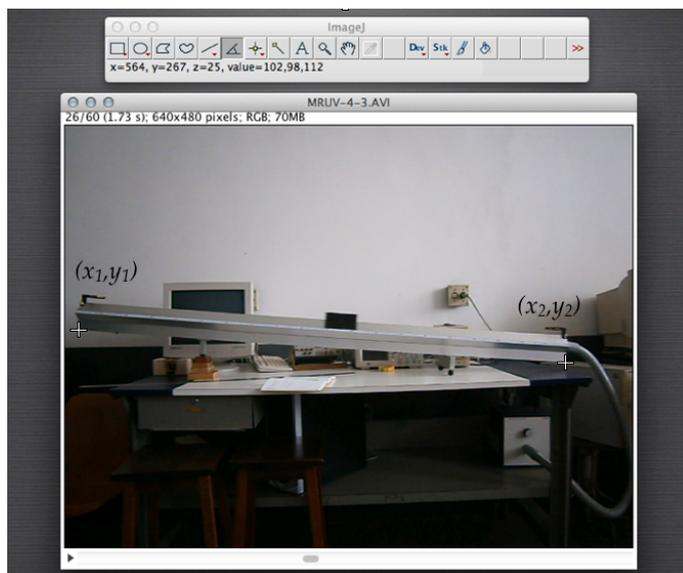

Figura E.6: ImageJ: determinação das coordenadas (x_1, y_1) e (x_2, y_2) , ver texto.
1. Determine com os cursores as coordenadas “x e y” das extremidades do trilho, tendo desta forma (x_1, y_1) e (x_2, y_2) como se mostra na figura E.6.